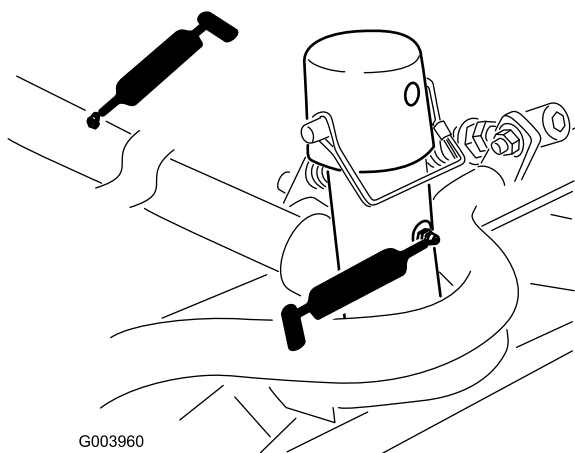

Figure 70
- Bâti porteur d'unité de coupe et pivot (x 2) (Figure 70)